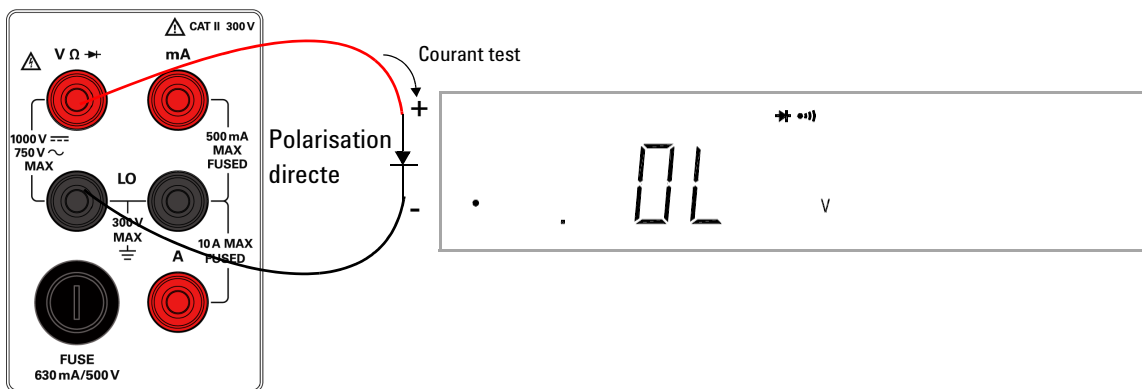

Figure 1-16 Connexion et affichage de la borne de test de diode à polarisation direct/continuité
- 2 Connectez les cordons de test rouge et noir à la borne d'entrée, tel qu'indiqué à la Figure 1-16 en page 25.
- 3 Connectez le cordon de test rouge à la borne positive (anode) de la diode et le cordon de test noir à la borne négative (cathode). Référez-vous à la Figure 1-16 en page 25.